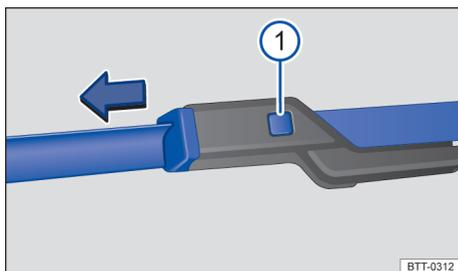

Fig. 121 Substituir as palhetas dos limpadores do para-brisa.
- Manter o botão de destravamento → Fig. 121 ❶ pressionado e, ao mesmo tempo, retirar a palheta do limpador do para-brisa no sentido da seta.